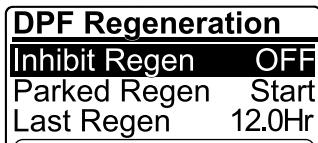

Figura 48
2. Prima o botão direito para alterar a definição da Inibição da regeneração de Ligado para Desligado (Figura 47) ou de Desligado para Ligado (Figura 48).